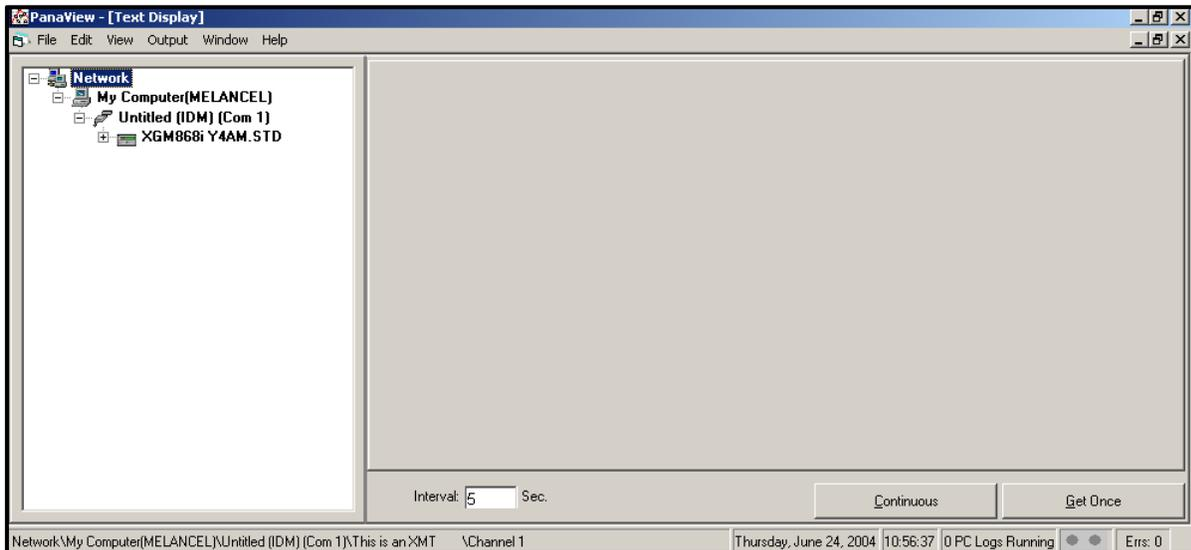

Figura 3: Ventana de visualización de texto
3. Mediante el menú *Ventana*, organice las ventanas abiertas en el formato deseado. Para esta discusión, la Figura 3 muestra la Ventana de *Text Display (Visualización de texto)* en su tamaño maximizado (pantalla completa).
Nota: La figura 3 se ha comprimido vertical y horizontalmente para mejorar la claridad.
5. Antes de poder mostrar los valores reales de los datos en el panel de texto, active uno de los siguientes modos de recogida de datos (consulte la Figura 3 en la página 40):